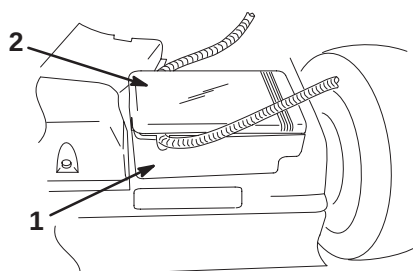

Bild 7
1. Entfernen Sie die Batteriekastenabdeckung (Bild 7).